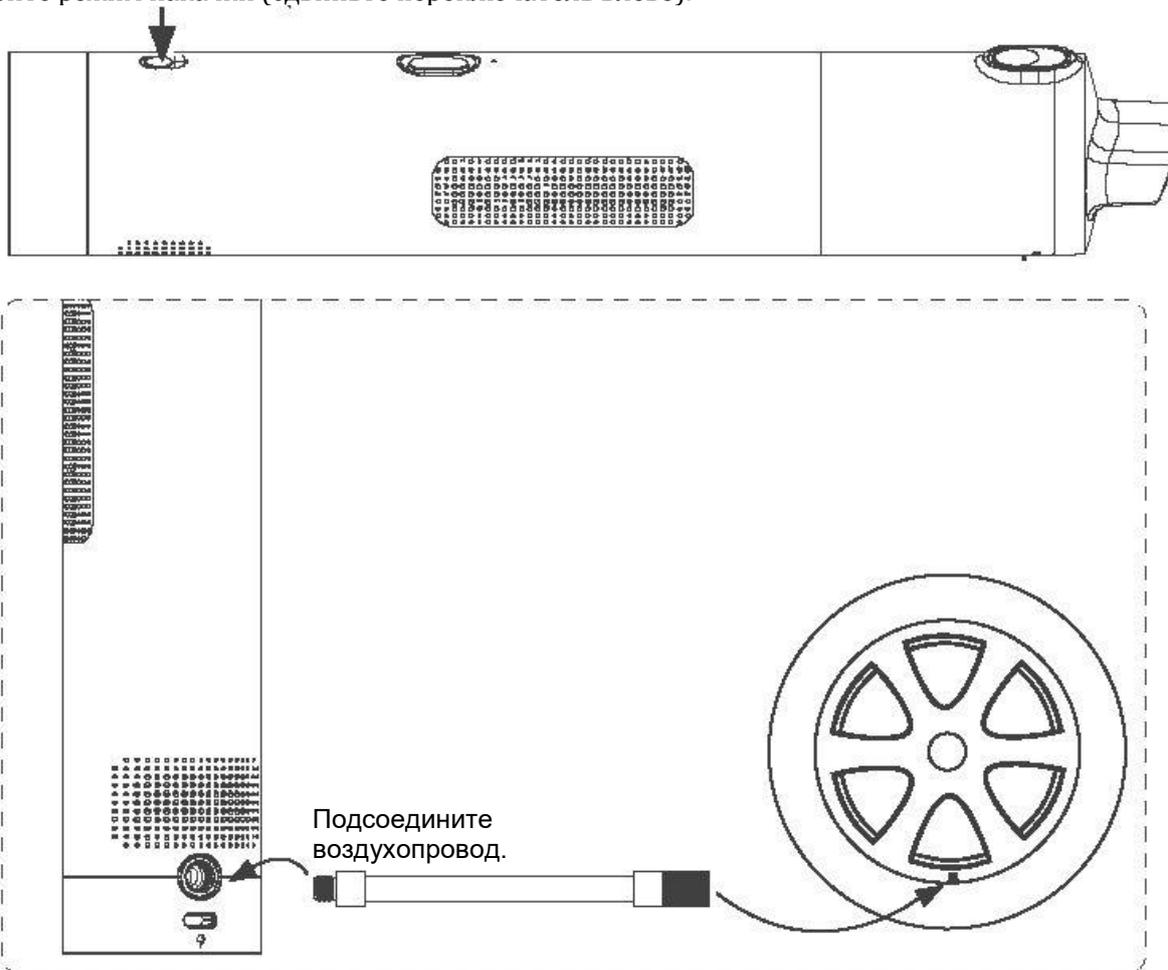

Рис. 1
- ① Выберите накачку воздухом или сбор пыли (выберите накачку воздухом).
- ②  Выберите сценарий накачки воздухом: Давление в шинах можно предварительно настроить с учетом требуемого давления.
- ③ Подсоедините воздухопровод (как показано на рис. 1).
- ④ Нажмите два раза  для запуска накачки воздухом.
- ⑤ Накачка воздухом прекращается, когда давление достигает предварительно установленного значения.